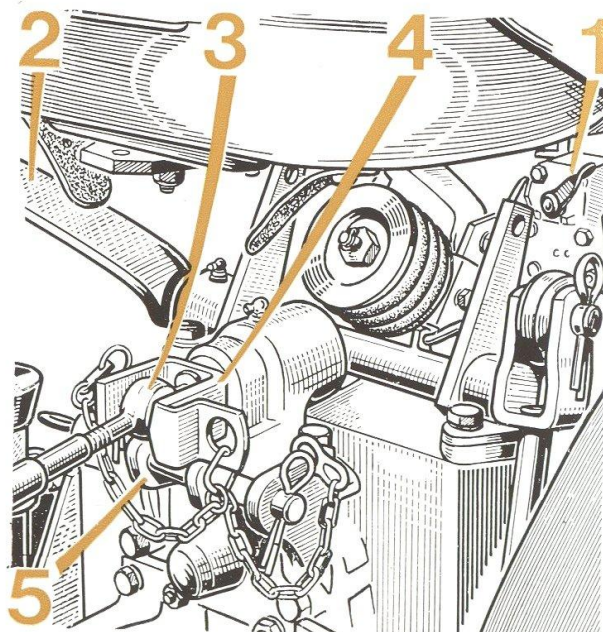

FIG. 33
b) Utilisation (fig. 33)
- Amener la manette de sélection (1) à droite sans omettre de soulever au préalable les bras de relevage (2) au maximum de leur course.
- Brocher le bras de poussée (3) sur le support mobile supérieur.